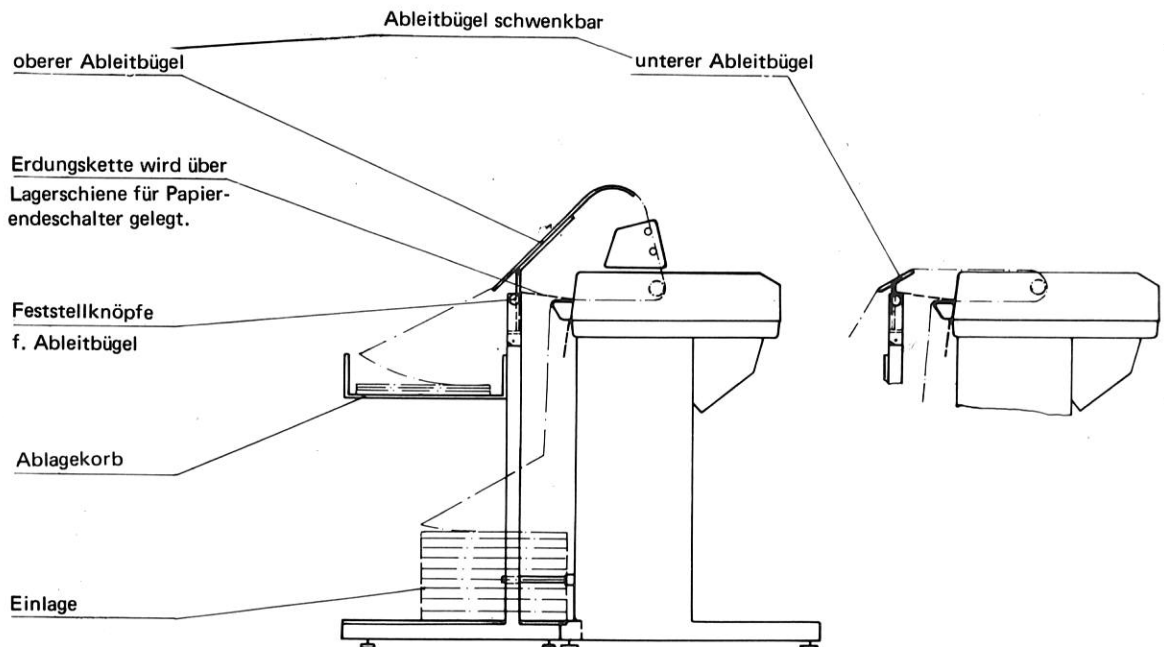

Abb. 12 Endlosformular-Ständer und Formularführung
- Formularstapel einschließlich Karton in den unteren Teil des Formularständers (Abb. 12) einlegen. Die zu bedruckende Papierseite muß beim Durchlauf mit der Druckseite nach vorn zeigen.
(siehe auch Abb. 12)
Eine einwandfreie und sichere Führung des Papiers bei der Verarbeitung von Endlosformularen ist nur bei Verwendung des Endlosformular-Ständers möglich (Abb. 12).